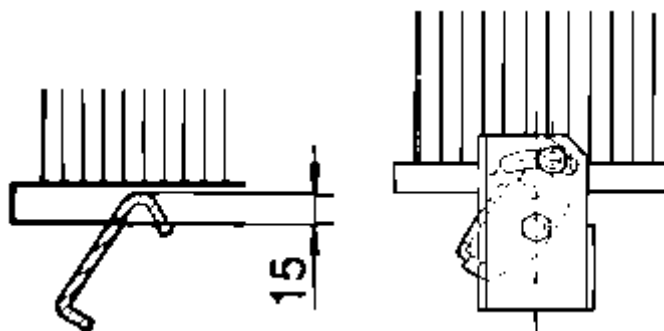

Fig. 11
9. Girar los dos peines de hierro hacia arriba hasta que los listones de filtro entren unos 15 mm (fig. 11) en la entalladura. Apretar los tornillos de apriete.